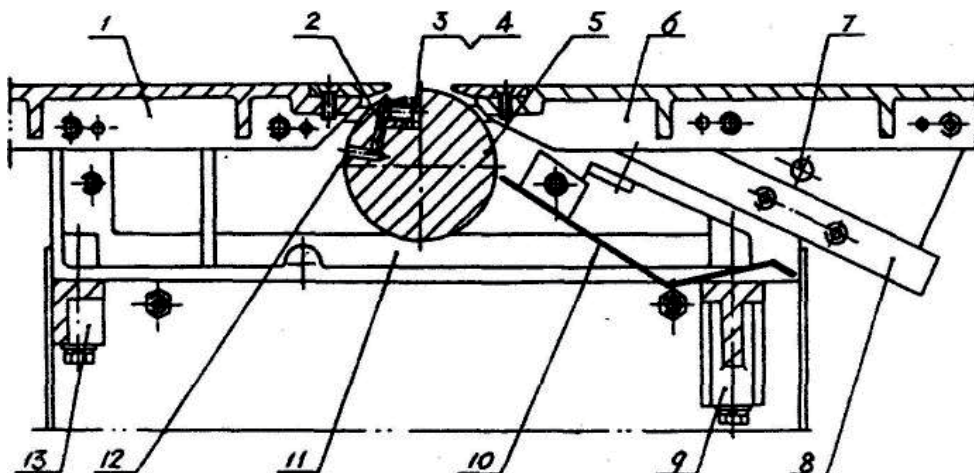

Рис. 5 Стругальний блок
Стругальний блок (Рис. 5)
- Див. Рис. 5. Послабте болт ножа 3, вставте викрутку у отвір 12, витягніть механізм 2 назовні, потім трохи закрутіть болт 3, розмістіть пласку лінійку на середню частину крайової пластини заднього столу 1.
- Поставте упор для фасок з напрямною та з'єднайте напрямну з основою, як зазначено на Рис. 5.